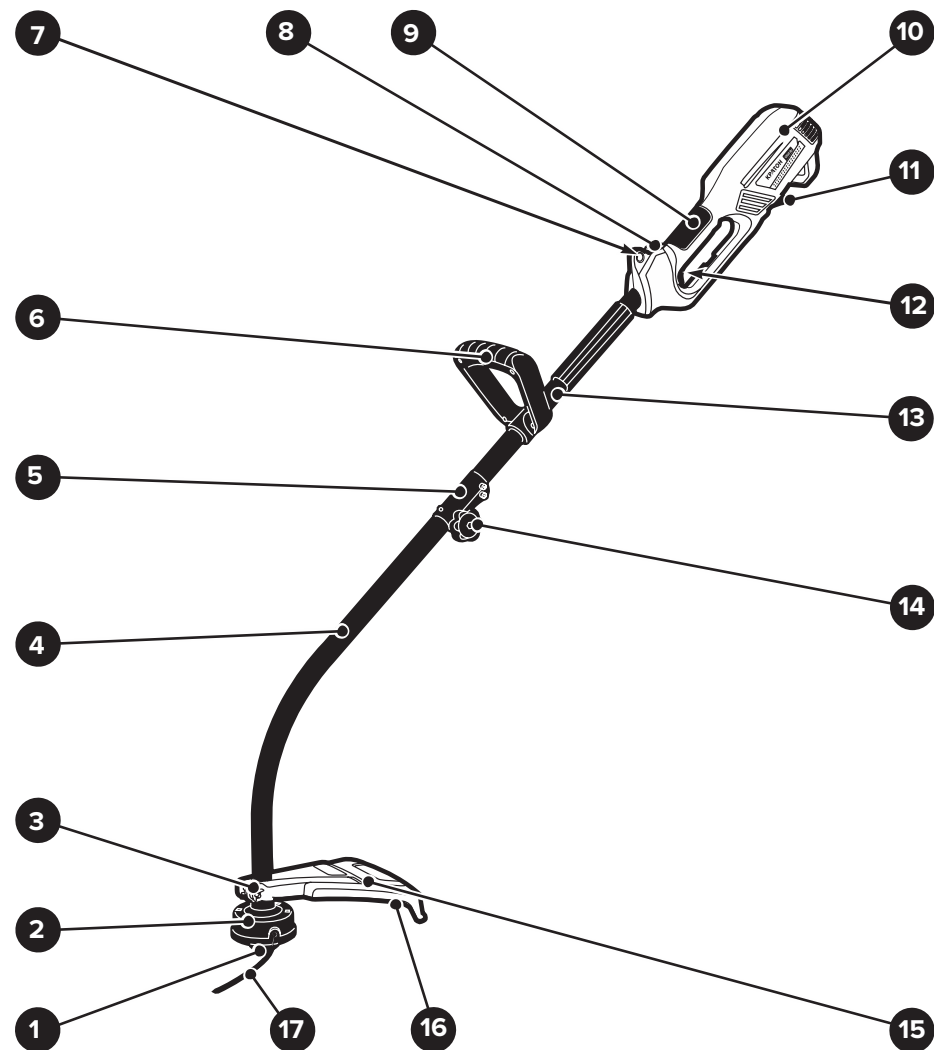

Рисунок 2 — Общий вид триммера
- В процессе работы триммера за счет механического воздействия стеблей травянистых растений происходит интенсивный износ режущего корда 17 и уменьшается его оптимальная рабочая длина (см. рис. 2). Это явление значительно влияет на качество и производительность работ при скашивании травы.
- Удерживая триммер над травяным газоном за основную рукоятку 9 и дополнительную рукоятку 6, нажмите одновременно на выключатель 12 и блокировочную клавишу 8 (см. рис. 2). Электродвигатель триммера включится, и режущая головка 2 с режущим кордом 17 начнет вращаться с большой частотой. **ВНИМАНИЕ!** Проявляйте в этот момент особую осторожность, чтобы не задеть режущим кордом 17 себя и стоящих рядом людей или животных. Удерживайте выключатель 12, для того чтобы электродвигатель триммера работал постоянно.
- Вставьте нижнюю штангу 4 (см. рис. 2 и схему сборки) в хомут 5 верхней штанги 13. При этом слегка вращайте нижнюю штангу 4, это необходимо для совмещения и соединения между собой присоединительных муфт приводных валов. При этом также совместите подпружиненный металлический шарик на нижней штанге 4 с отверстием в муфте 5.
- Установите и закрепите с помощью барашковой гайки 3 и крепежных изделий защитный кожух 15 на нижней штанге 4 (см. рис. 2 и схему сборки).
- Закрепите отрезной нож 16 на защитном кожухе 15 (см. рис. 2 и схему сборки).
- Закрепите режущую головку 2 на шпинделе нижней штанги 4 (см. рис. 2 и схему сборки).
- Ослабьте винты крепления дополнительной рукоятки 6 на верхней штанге 13 (см. рис. 2 и схему сборки).
- Закрепите карабин наплечного ремня на проушине 7 (см. рис. 2). Отрегулируйте длину наплечного ремня, так чтобы было удобно продеть его через голову на плечо, и удерживать триммер за дополнительную рукоятку 6.
- Розетка удлинительного электрического кабеля, к которому подсоединяется вилка кабеля электропитания 11 триммера (см. рис. 2), должна быть защищена от попадания на нее брызг воды. Розетка удлинительного электрического кабеля должна быть выполнена из резины или оснащена резиновым покрытием.